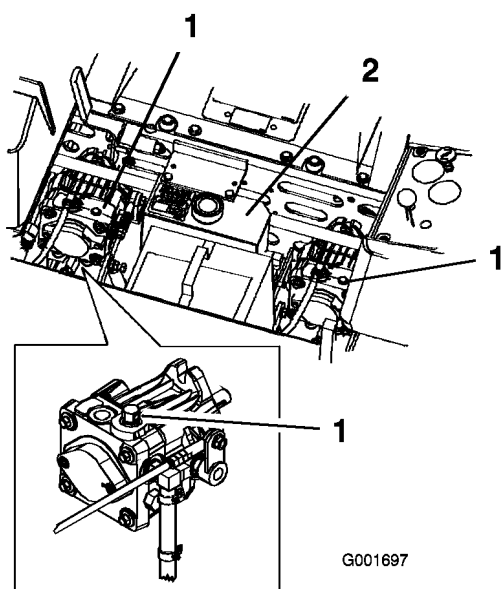

Figura 28
2. Girate le valvole di bypass in senso antiorario di un giro per spingere. Il fluido idraulico bypassa la pompa e permette alle ruote di girare (Figura 28).
Per utilizzare la macchina girate le valvole di bypass in senso orario di un giro (Figura 28).